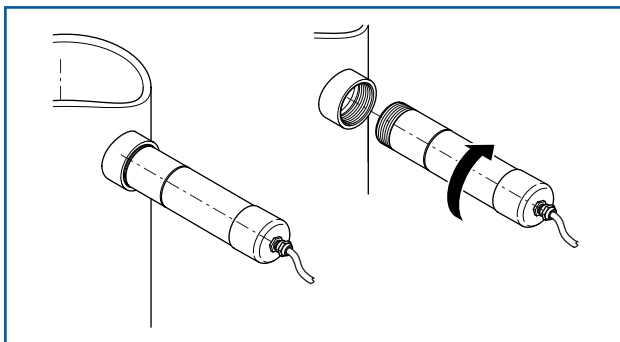

Abb. 3: In Gewindestutzen eingeschraubt
- unmittelbar in einen vorhandenen G 1 1/2"-Gewindestutzen eingeschraubt werden (Abb. 3)